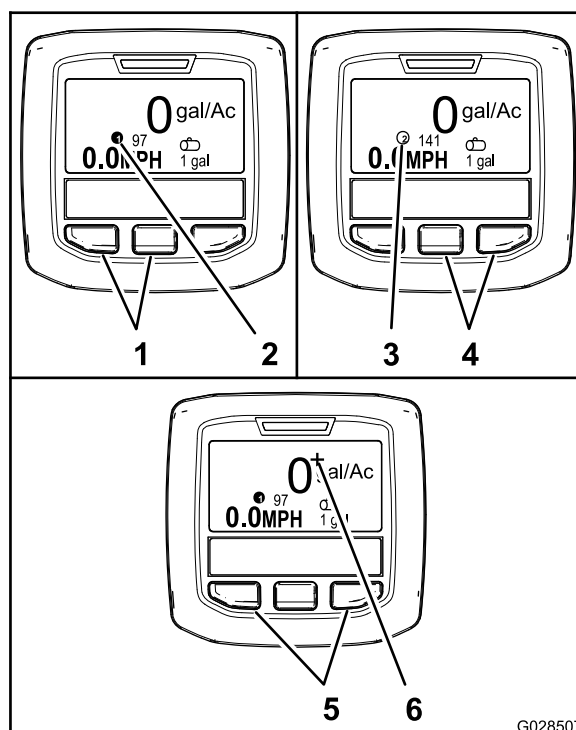

Рисунок 65
- Чтобы выбрать норму внесения 1, нажмите две кнопки слева на дисплее инфо-центра (Рисунок 65).
- Чтобы выбрать норму внесения 2 (норма внесения), нажмите две кнопки справа (Рисунок 65).
- Для кратковременного увеличения нормы внесения нажмите и удерживайте нажатыми 2 крайние кнопки (Рисунок 65).